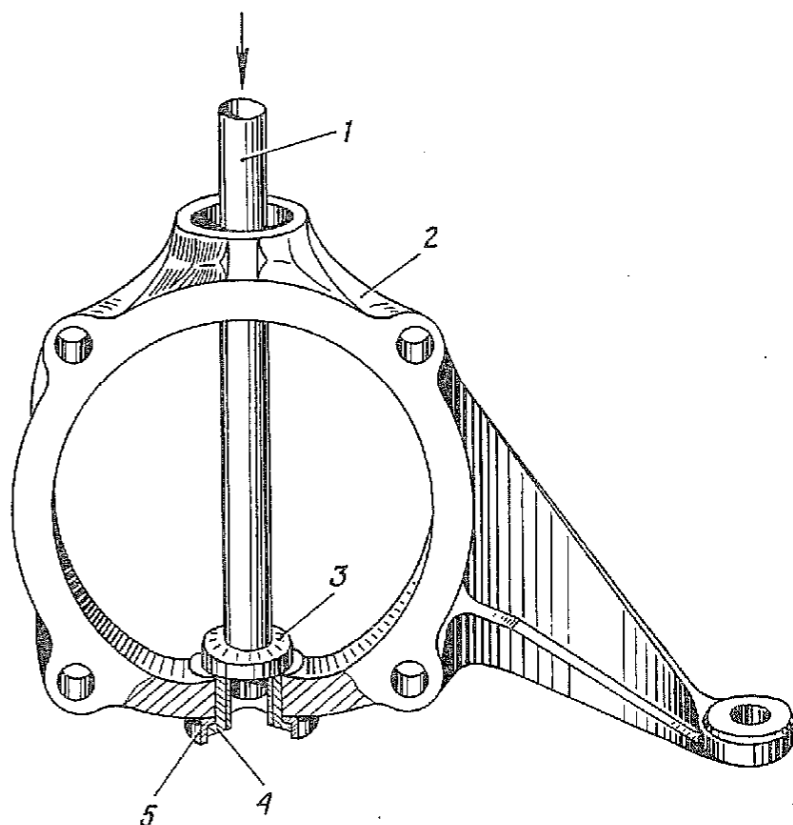

Рис. 75. Выпрессовка корпуса втулки шкворня с втулкой в сборе:
1.5. Выпрессовать поочередно корпуса 4 (рис. 75) с втулками в сборе из поворотного кулака 2 (оправка, ручка оправок, молоток 500 г).